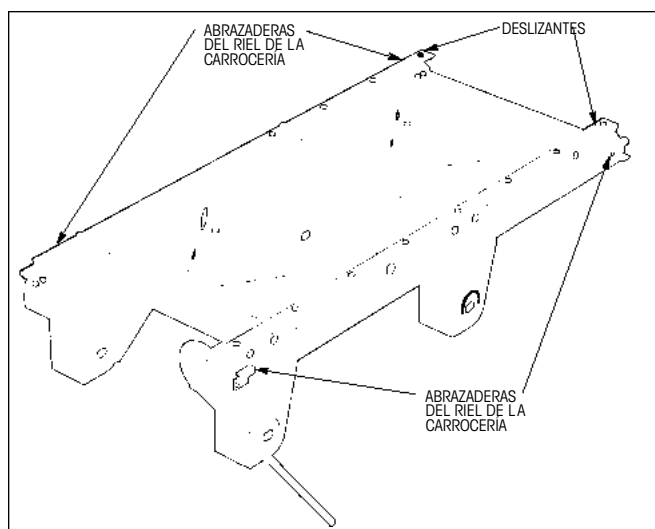

Figura 33. Abrazaderas del riel de la carrocería
1. Con una llave española o una llave de trinquete y un dado, afloje todos los tornillos (cantidad 8) que sujetan las cuatro abrazaderas del riel (Figura 33).